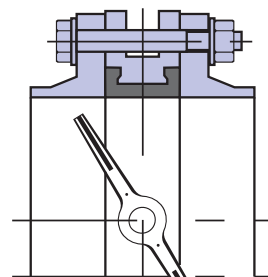

Рис. 6
- Затяните болты (шпильки) так, чтобы фланцы и Корпус (металлическая часть) затвора соприкасались. Затяжка болтов на межфланцевых соединениях должна быть равномерной по всему периметру. Медленно закройте и откройте дисковый поворотный затвор. Если установка затвора была проведена правильно, затвор должен свободно открываться и закрываться (Рис. 6).